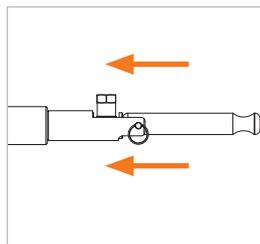

Abbildung 8
- ▶ Bewegen Sie den Adapter leicht in Richtung des Prüflings (*Abbildung 8*). Die Spannanzgen öffnen sich. Dadurch wird die Verbindung zum Prüfling gelöst und der Adapter kann gerade nach hinten abgenommen werden.